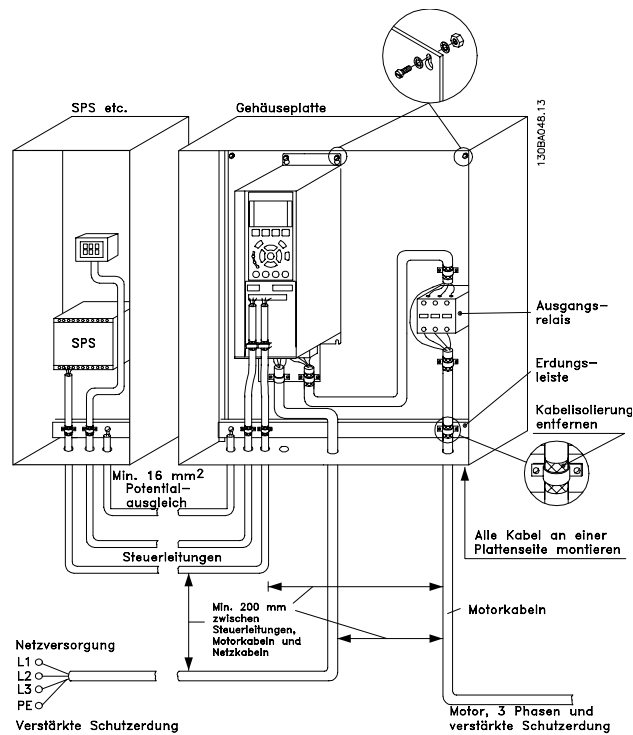

Abbildung 5.25 EMV-gerechte elektrische Installation eines Frequenzumrichters in einem Schaltschrank.
*Abbildung 5.25* zeigt das Beispiel einer EMV-gerechten elektrischen Installation eines IP20-Frequenzumrichters. Der Frequenzumrichter ist in einem Schaltschrank mit Ausgangsschutz installiert und an eine SPS angeschlossen, die in einem separaten Schrank installiert ist. Auch andere Installationsweisen können ggf. eine ebenso gute EMV-Wirkung erzielen, sofern zumindest die vorstehenden Hinweise für eine ordnungsgemäße Installation befolgt wurden.